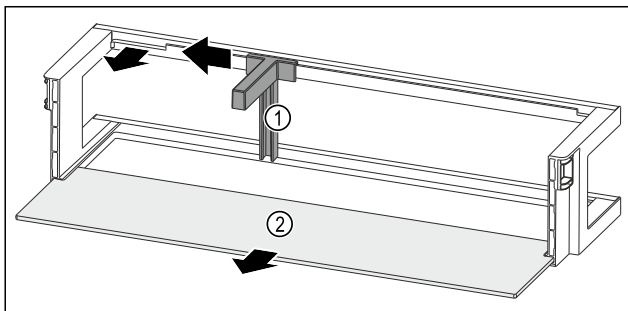

Fig. 90 Raft montat pe ușă cu suport pentru sticle și raft
- ▶ Împingeți în lateral suportul pentru sticle Fig. 90 (1) până la degajare.
- ▶ Extrageți suportul pentru sticle Fig. 90 (1).
- ▶ Extrageți raftul Fig. 90 (2).